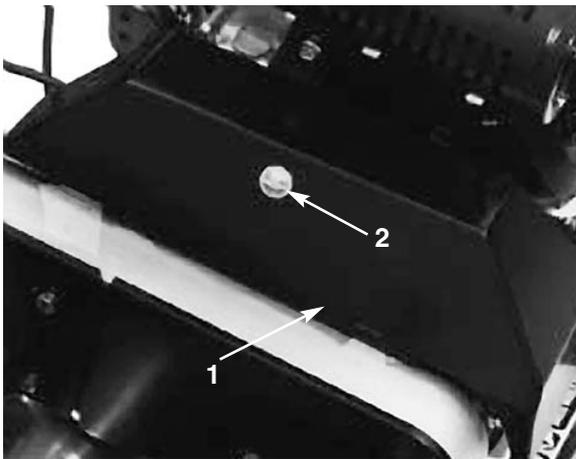

Figure 32
2. Desserrer la fixation du capot de la courroie trapézoïdale et ouvrir le capot (Fig. 32).